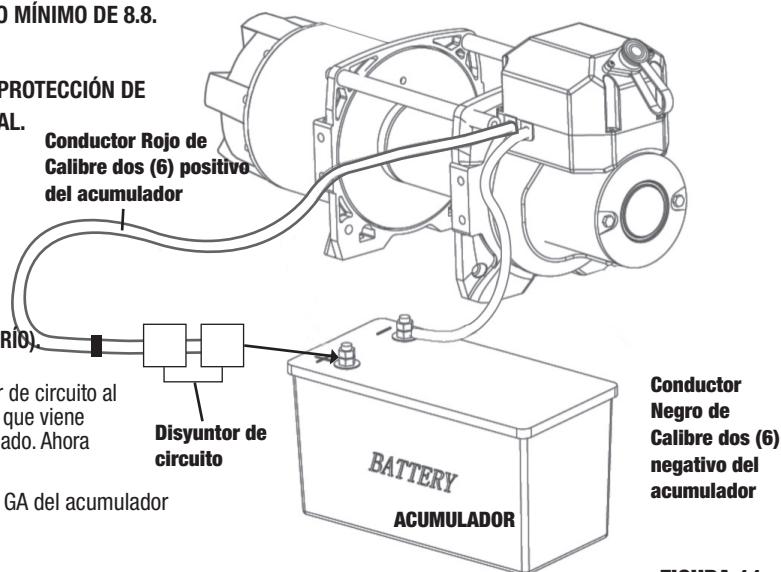

FIGURA 11
Paso 1 Siga el diagrama de conexión eléctrica (FIGURA 11). Atornille el disyuntor de circuito al extremo del terminal del conductor Rojo de Calibre 6 GA del acumulador que viene conectado desde la fábrica al conjunto de conmutación de solenoide sellado. Ahora conecte el disyuntor de circuito al terminal positivo del acumulador.